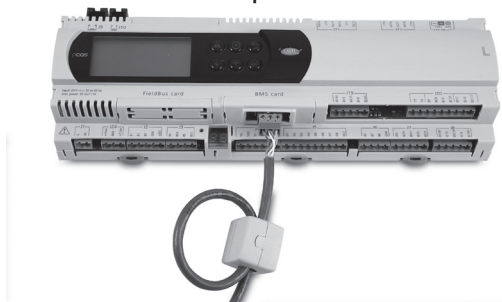

Fig. 5
5. Collegare il cavo di comunicazione avvolgendolo alla ferrite inclusa nella confezione (vedi Fig. 5)
5. Connect the communication cable, winding it around the ferrite core included in the package (see Fig. 5).